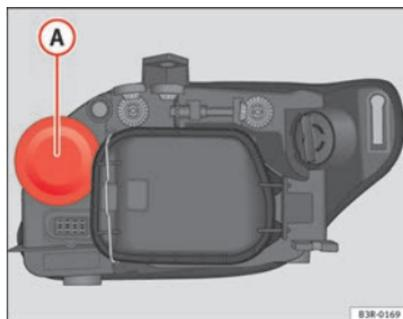

Fig. 192 Máximos
- Retire a tampa de borracha **A** ⇒ fig. 192 puxando-a.